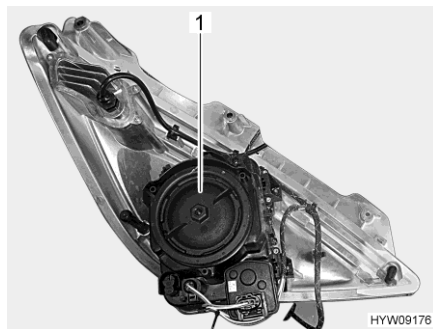

Bild 148 Frontscheinwerfer (Rückseite)
- Gehäusedeckel (Bild 148,1) entgegen dem Uhrzeigersinn drehen und abnehmen.
- Gehäusedeckel (Bild 148,1) aufsetzen und im Uhrzeigersinn festdrehen.